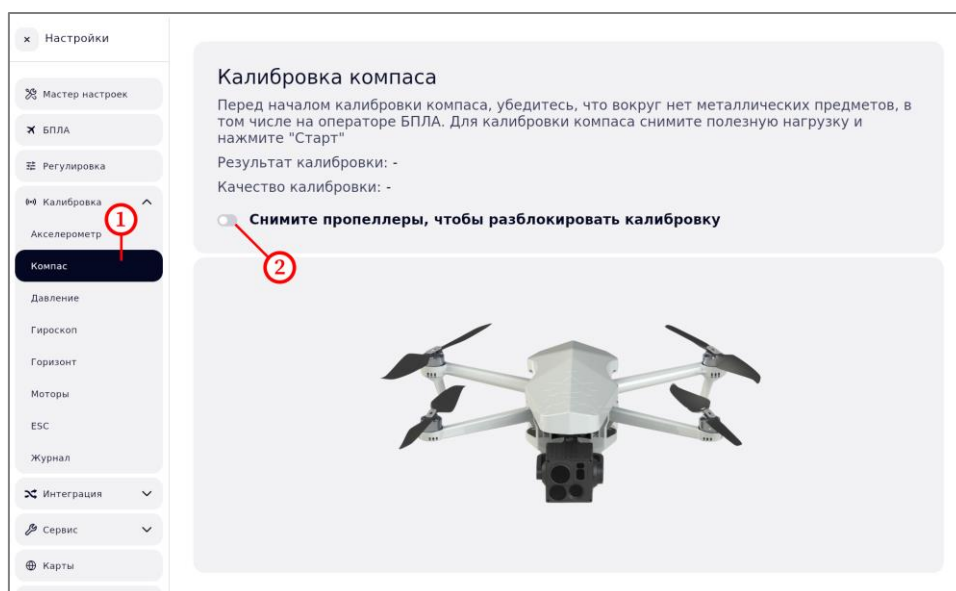

Рисунок 42 – Экран калибровки компаса
Необходимо перейти во вкладку «Компас» (рисунок 42, шаг 1).
1. Выполнить касание тумблера (рисунок 42, шаг 2).